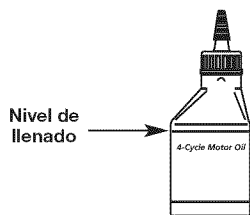

Fig. 22
- NOTA:** Use la botella y la boquilla que guardó del uso inicial para medir la cantidad correcta. El nivel de 90 ml (3,04 onzas) está aproximadamente en la parte superior de la etiqueta de la botella (Fig. 22). Mida el nivel con la varilla de medición. Si el nivel está bajo, agregue una pequeña cantidad de aceite y vuelva a medir. No lo llene demasiado (Fig. 18).